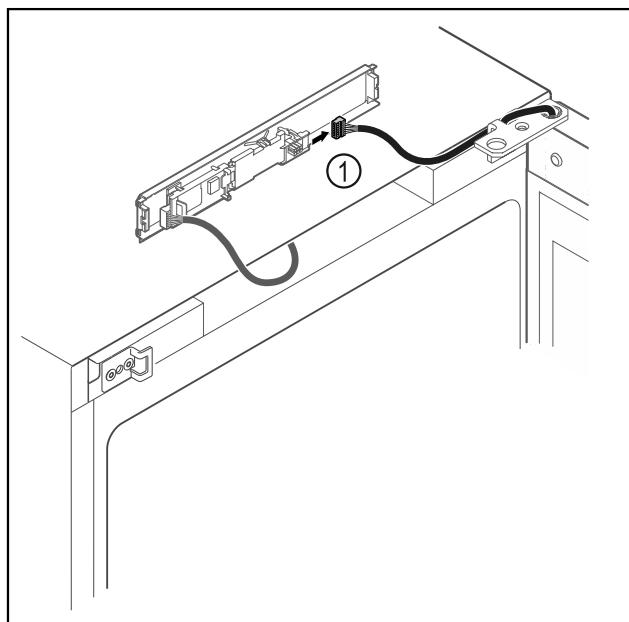

Fig. 17
- Витягнути штекер Fig. 17 (1) з плити.